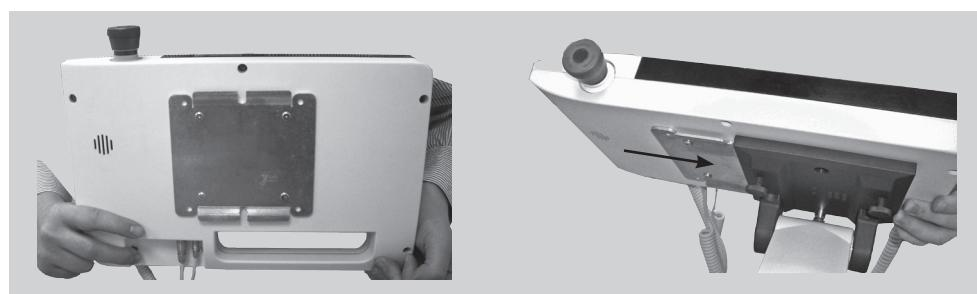
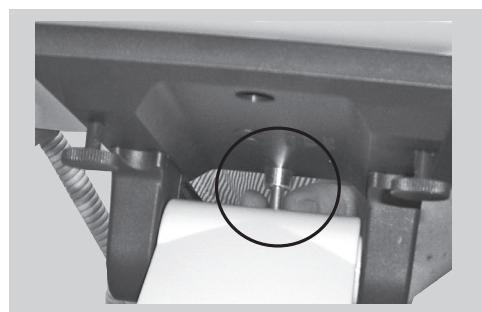

Figura 4-6 Introduzir a placa de fixação
Figura 4-7 Puxar o pino de bloqueio
- Introduza a placa de fixação do painel de controlo no respectivo suporte (Figura 4-6). Puxe o pino de bloqueio para baixo (Figura 4-7).